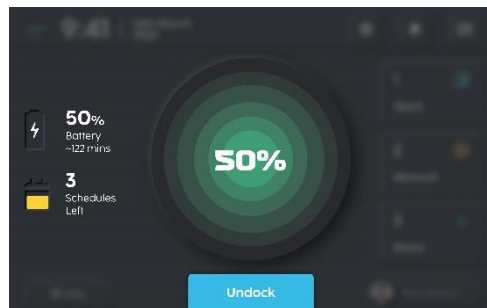

Fig. 8
4. Une fois la procédure d'accueil terminée, l'écran devient vert pour refléter la charge de la batterie (Fig 8).